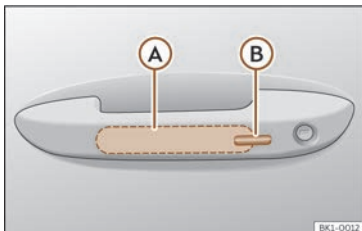

Fig. 83 Poignée de la porte : surfaces sensibles.
>>> **fig. 83**
- Touchez la surface sensible >>> **fig. 83** Ⓑ située sur la face extérieure de la poignée de porte. Tous les clignotants clignotent en même temps.
- Dans les 5 secondes qui suivent, touchez une fois le capteur sur la face extérieure de la poignée de porte >>> **fig. 83 (B)**. Ce faisant, ne saisissez pas la poignée. Le système Keyless Access est temporairement désactivé.